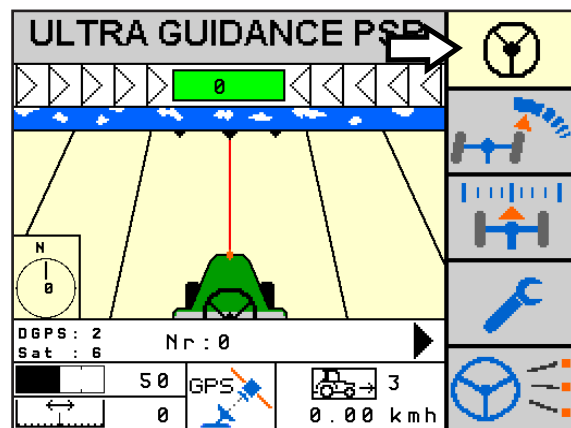

Abb. 23: Lenkung deaktiviert – Aktivierungstaste gelb
- die Aktivierungstaste gelb ist (siehe Abb. 23) und
- Drücken der Aktivierungstaste in der PSR-Maske (siehe Abb. 23);